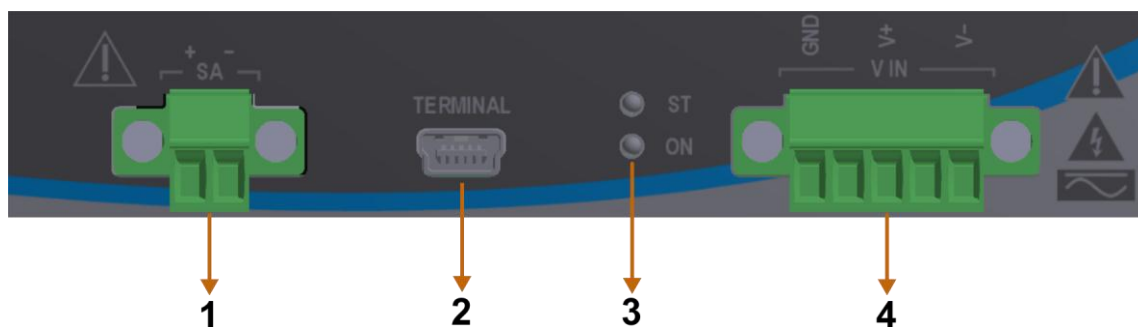

Figura 3-2 : Disposición módulo CPU y Salida Analógica
- El bloque de unidad central de procesamiento (2 a 3 en Figura 3-2)
- El bloque de Salida Analógica (1 en Figura 3-2)
Los LEDs verdes identificados como ST y ON (ver 1 en Figura 3-2) señalizan el estado del equipo y la presencia de alimentación respectivamente.
El puerto Terminal (ver 2 en Figura 3-2) usa una conexión USB mini-B y está destinado para la configuración del equipo. Este puerto no tiene aislación galvánica y no debe permanecer conectado en campo.
Dispone de un puerto para la salida analógica. El conector es enchufable, de dos pines identificados para una correcta polaridad de la señal (ver 1 en Figura 3-2). Esta salida está aislada del resto de las conexiones accesibles del equipo.